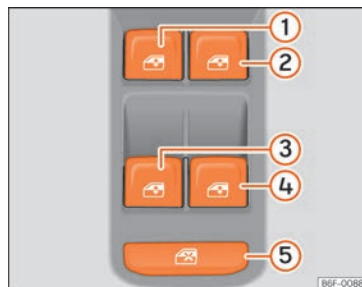

Fig. 141 Détail de la porte du conducteur : commandes pour les glaces avant et arrière.
La commande de sécurité » fig. 141 ⑤ située sur la porte du conducteur vous permet de désactiver les touches des lève-glaces sur les portes arrière.